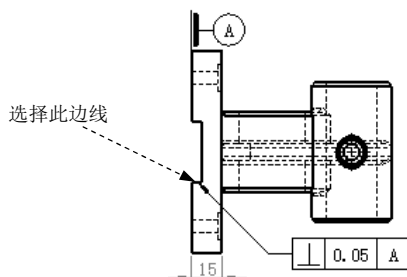

图 6.8.1 形位公差的标注
几何公差（形位公差）包括形状公差和位置公差，是针对构成零件几何特征的点、线、面的形状和位置误差所规定的公差。下面标注图 6.8.1 所示的形位公差，操作过程如下：
Step4. 放置基准特征符号。选取图 6.8.1 所示的边线，再选择合适的位置单击，以放置形位公差。